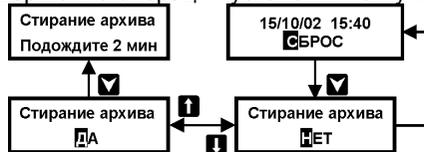

Рисунок 14 – Порядок действий по сбросу архивной и итоговой информации
1. Установить кнопками  или  пункт меню 1–ого уровня **СБРОС** (см. рисунок 14);